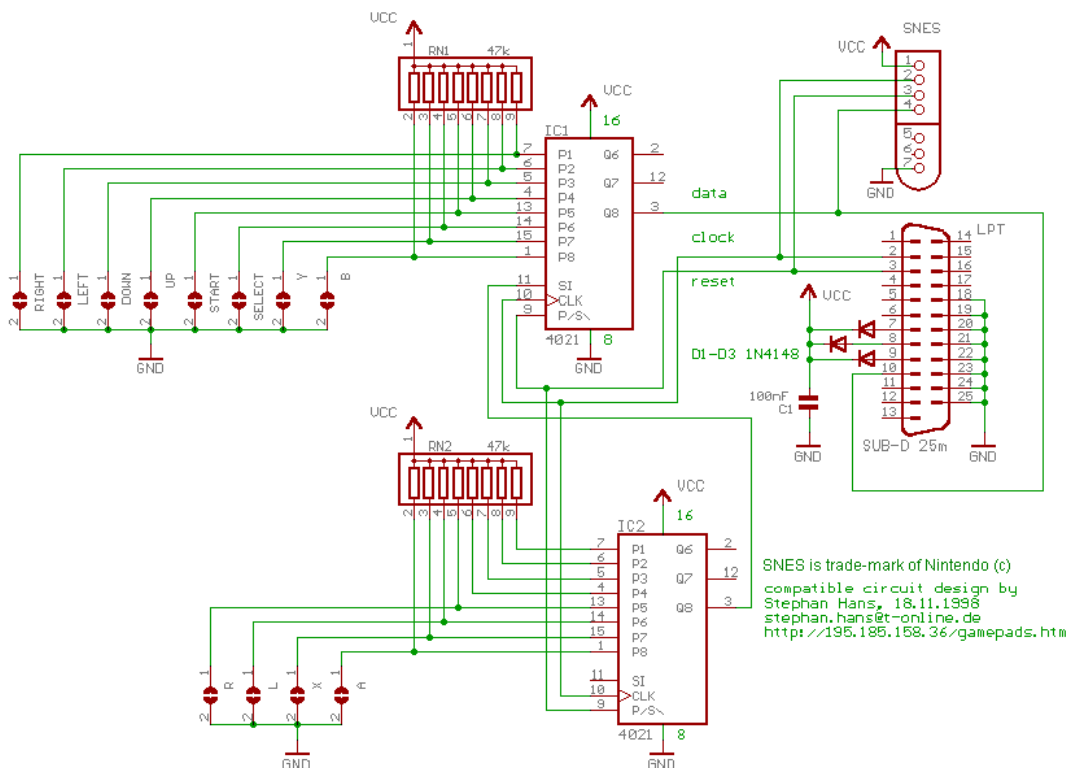

Ilustración 1: diseño del circuito de los controles de la consola.
- Dos circuitos integrados CMOS 8-Stage Static Shift Register, que serían conectados tal como lo muestra la primera parte de la ilustración 1, teniendo en cuenta que cada control tiene únicamente 6 botones. A cada botón se le debe asignar una resistencia de 10 kilo-ohmios.